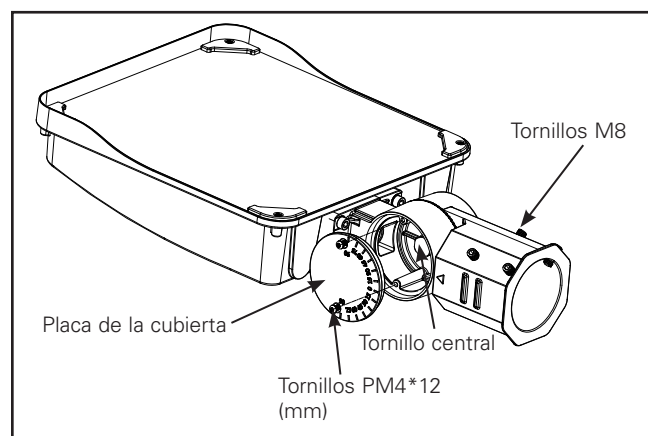

Figura 3
3. Afloje y retire los tornillos de la placa de la cubierta y reserve con cuidado dicha placa y los tornillos (Figura 3).